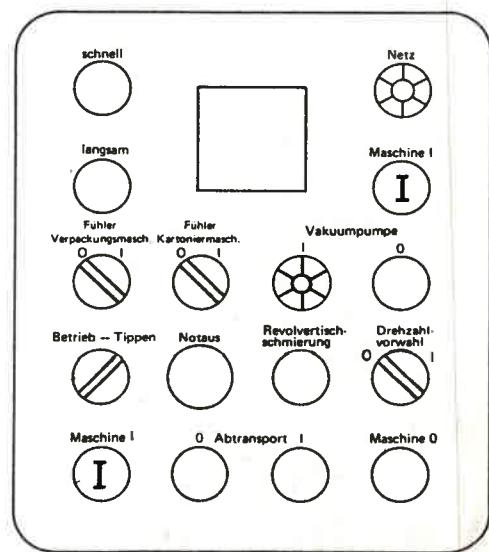

Bild 169
18. Durch gleichzeitiges Tippen der Taster „Maschine I“ (Bild 169) Maschine so lange laufen lassen, bis ein Einwicklerstreifen abgeschnitten ist.